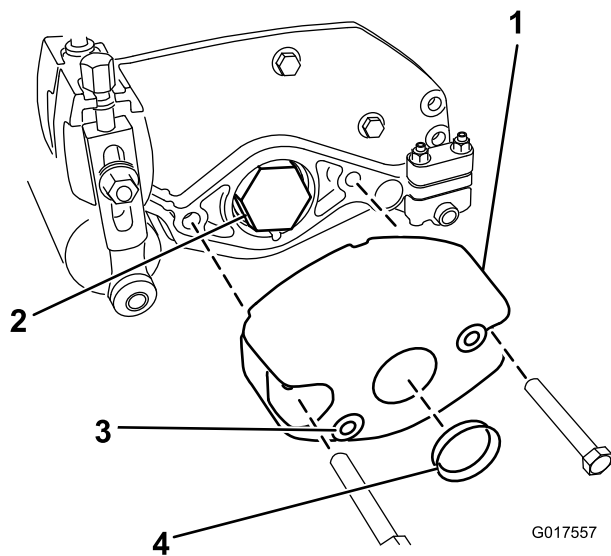

図 1
3. カッティングユニットから、カウンタウェイトを固定しているボルトとカウンタウェイトを外す **図 1**。カウンタウェイト中央の大きい穴についているプラグを内側から外側へ押し出して外す。
6. カウンタウェイトをカッティングユニットに元通りに取り付ける取り外したボルトをもう一度使う **図 1**。